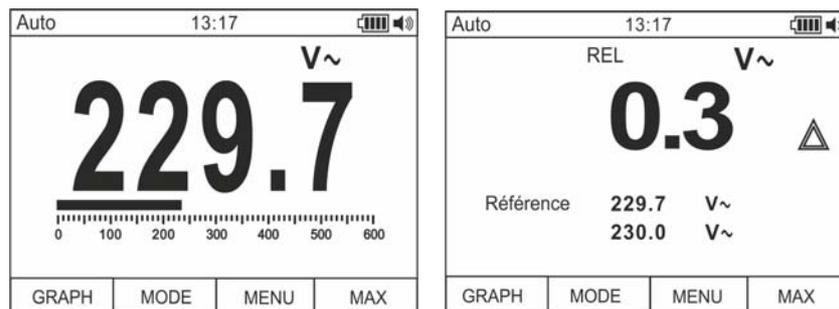

Fig. 5: Mesure relative
1. Appuyer longtemps sur la touche **HOLD/REL** pour entrer dans la mesure relative (voir Fig. 5 – partie droite). Le message « REL » et le symbole «  $\Delta$  » apparaissent à l'écran